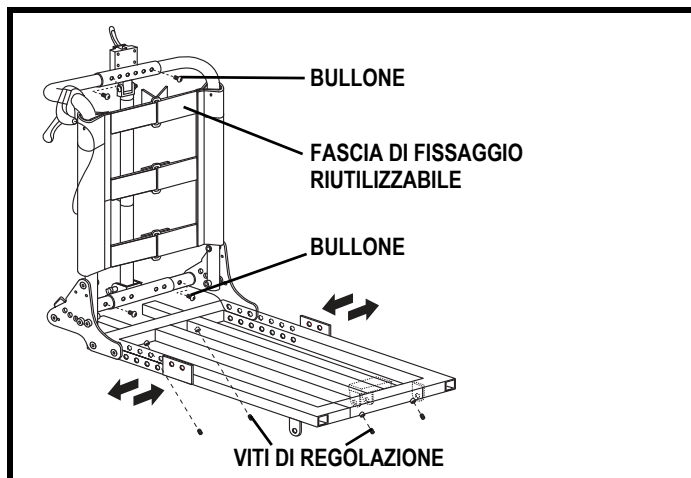

Figura 10. Regolazione della larghezza del sedile
2. Allentare le quattro viti di fermo sulla base del sedile. **Vedere figura 10.**